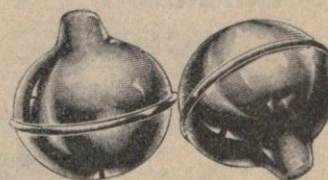

Fig. 380
Sfere ottone vuote (fig. 380) per oscillatori (per telegrafia senza fili ecc.), con sporgenza tonda: diametri 44×46 mm. Prezzi (L). Cadauna L. 1.05 Paio L. 1.90